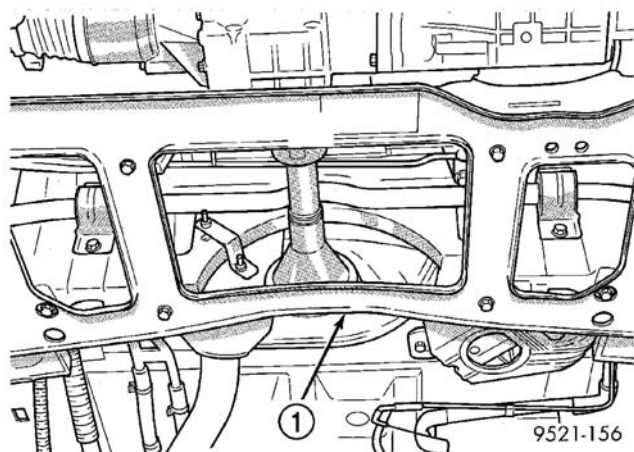

图6 横梁托板
（20）拆下横梁托板（图 6）。
(10) 安装横梁托板（图 6）。
(11) 安装新的机油滤清器。
(12) 安装动力转向泵和支架。